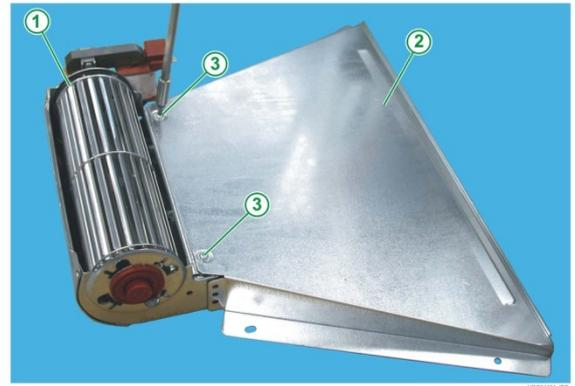

Fig. 13
15. Monter le nouveau ventilateur motorisé sur le conduit d'échappement avec 4 vis autofiletantes de 4,2x8 mm (voir Fig. 13, 14 et 15).